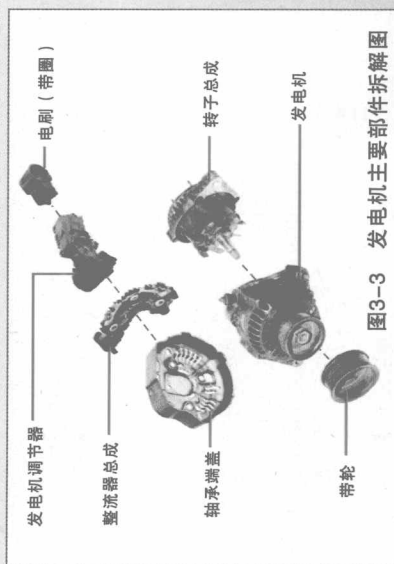

图3-3 发电机主要部件拆解图
- 14) 拆检发电机(见图3-3), 发现发电机被维修过, 已更换过发电机轴承及电刷, 因在操作时损坏安装轴承位置, 电刷磨损不均, 造成长时间工作后产生电磁波干扰。